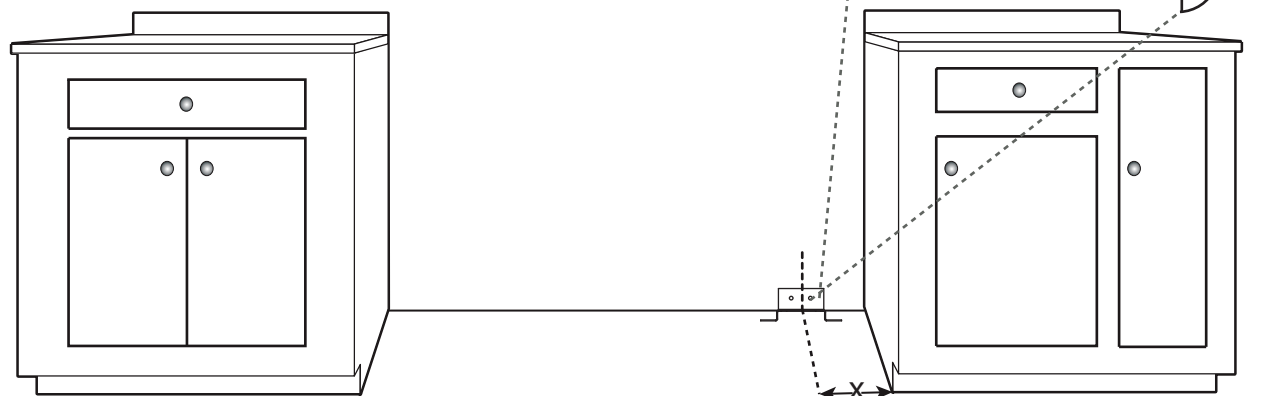

Figure 8 : Mise en place de la patte antibascul
1. Placez la patte sur l'emplacement comme indiqué à la Figure 8.
2. Fixez-la au sol et au montant du mur à l'aide des quatre (4) vis cruciformes de 1,5 po (38 mm) fournies.